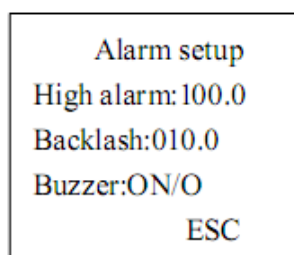

рис.7
(3) **alarm** – установка сигнализации по предельной величине электропроводности пермеата. Выберите 'alarm' в главном меню и нажмите [↵] для настройки (см. рис. 7). Величина «High alarm» соответствует значению, при превышении которого загорается индикатор «CD max» (см. раздел Индикация») и открывается сбросной электромагнитный клапан на пермеате (при наличии). Величина «Backlash» соответствует значению, при достижении которого сигнал превышения допустимой величины электропроводности снимается. Установка «Buzzer» предназначена для включения/отключения звуковой сигнализации.